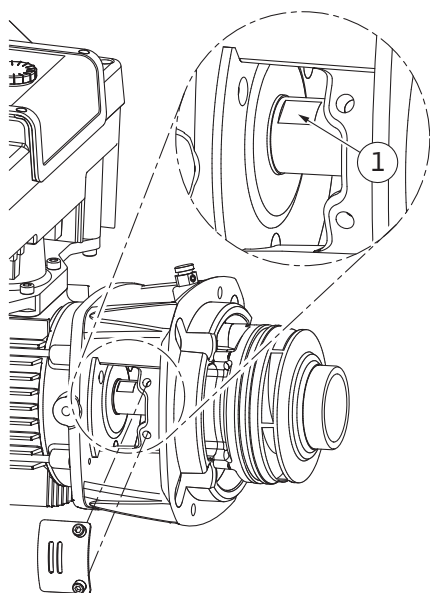

Fig. 106: Sleutelvlakken op de as
14. Plaats een steeksleutel (sleutelwijdte 22 mm) in het lantaarnstukvenster en houd de as op de sleutelvlakken vast (Fig. 106, pos. 1). Draai de waaiermoer (Fig. I, pos. 22) eruit. De waaier (Fig. I, pos. 21) wordt automatisch van de as getrokken.
15. Demonteer de compensatieschijf (Fig. I, pos. 20).
3. Plaats een steeksleutel (sleutelwijdte 22 mm) in het lantaarnstukvenster en houd de as op de sleutelvlakken vast (Fig. 106, pos. 1).
10. Plaats een steeksleutel (sleutelwijdte 32 mm) in het lantaarnstukvenster (Fig. IV, pos. 38) en houd de as op de sleutelvlakken vast (Fig. 106, pos. 1). Monteer de waaier met onderlegschijs/-schijven en moer. Schroef de moer vast. Voorkom beschadigingen van de mechanische afdichting door kanteling.
11. Maak de groef van het lantaarnstuk schoon en plaats de nieuwe o-ring (Fig. III, pos. 19).